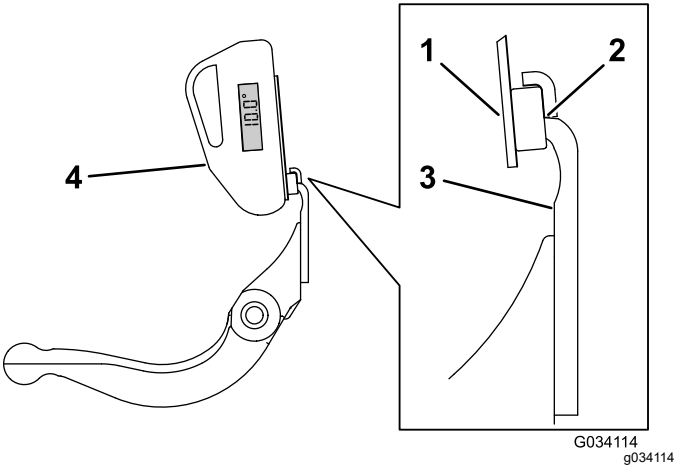

Figura 20
3. Coloque a montagem do indicador de ângulo na extremidade da lâmina de corte para que a extremidade do ímã fique alinhada com a extremidade da lâmina de corte (Figura 20).
4. Coloque o indicador de ângulo na montagem, como se mostra na Figura 20.